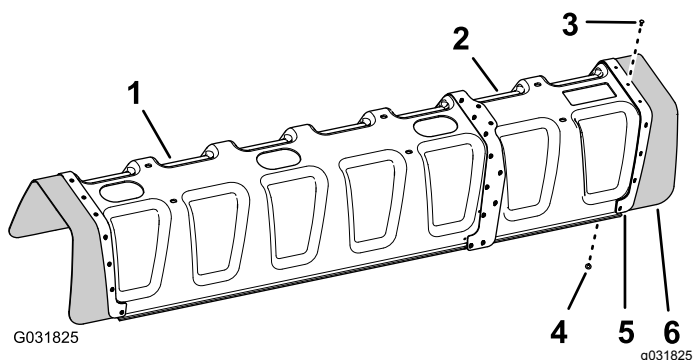

Figura 149
5. Alinhe os orifícios na cobertura de borracha com a placa de reforço (fila única) que retirou no passo 2 com os orifícios na extremidade da extensão da cobertura (Figura 149).